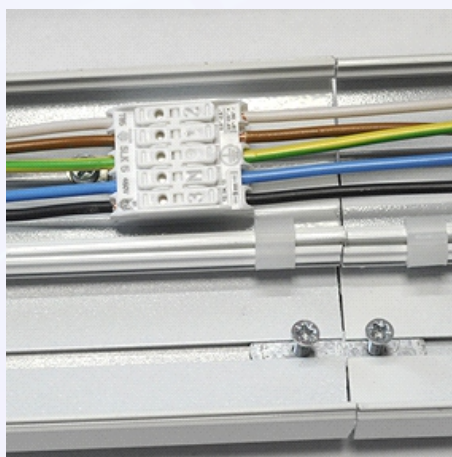

Рис. 7
5.2 Вставить провода магистрали в проходную клеммную колодку следующего светильника (Рис. 7).